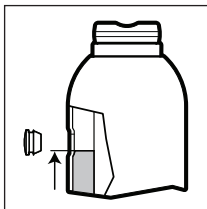
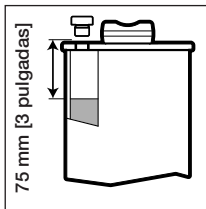

Fig. 5 - Nivel de aceite, excepto GBJ100
Fig. 6 - Nivel de aceite, sólo GBJ100
3. Todos los modelos excepto GBJ100: Llene el depósito hasta que el nivel de aceite llegue al borde inferior del orificio de llenado de aceite. Véase la Fig. 5.
4. Sólo modelo GBJ100: Llene el depósito hasta que el nivel de aceite llegue a 75 mm [3 pulgadas] por debajo del orificio de llenado. Véase la Fig. 6.
PRECAUCIÓN NO LLENE EN EXCESO. Con el émbolo de empuje totalmente replegado y el gato en posición vertical, el nivel de aceite no debería ser mayor al mostrado en la Fig. 5 o Fig. 6 (según el modelo de gato).